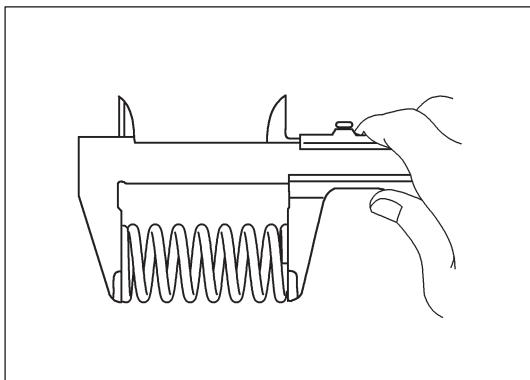

Рис. 12-3-23. Измерение свободной длины пружины клапана
- При помощи штангенциркуля измерить свободную длину пружины клапана, как изображено на рис. 12-3-23.